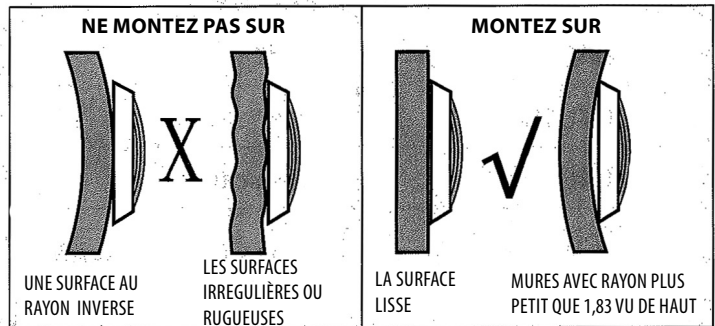

Figure 3
**ATTENTION:** La surface finie autour du support d'écartement de montage **DOIT** être lisse et de niveau avec la surface du support d'écartement. Ceci assure une adhérence parfaite de l'éclairage au mur, voir figure 3.